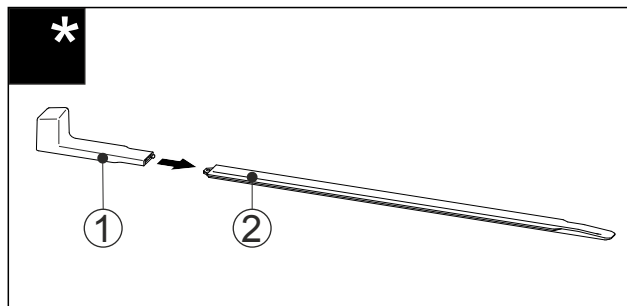

Fig. 63
- Montážní úchyt Fig. 63 (1) připevněte k nivelační liště Fig. 63 (2).